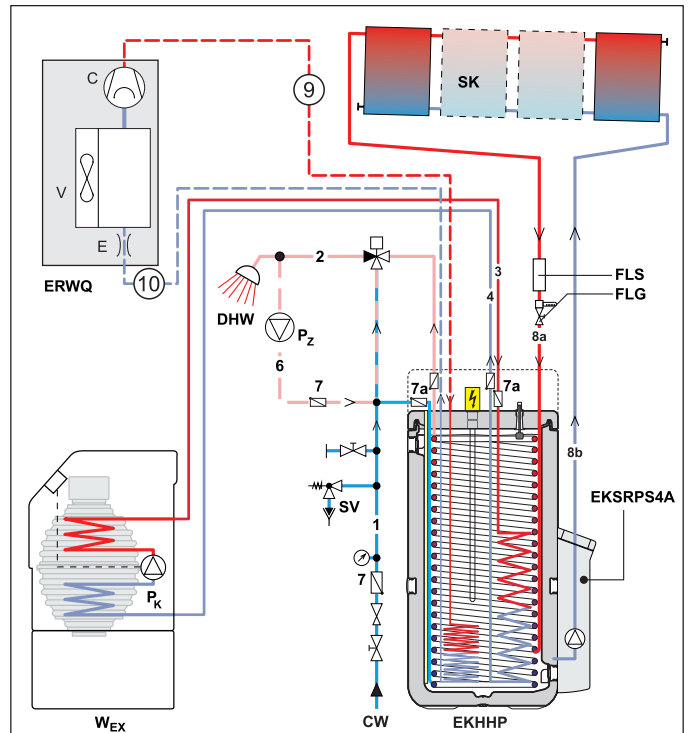

Bild 4-5 Hydraulischer Anschluss - Legende siehe Tab. 4-2 (Beispiel EKHHP500A*2V3 mit $p=0$ Solar und optionalem externem Wärmeerzeuger)
- Hydraulische Anschlüsse an der DAIKIN EKHHP herstellen (siehe Bild 4-5).
Tab. 4-2 Legende zu Bild 4-5
- Hydraulische Systemeinbindung entsprechend Bild 4-5 ausführen.